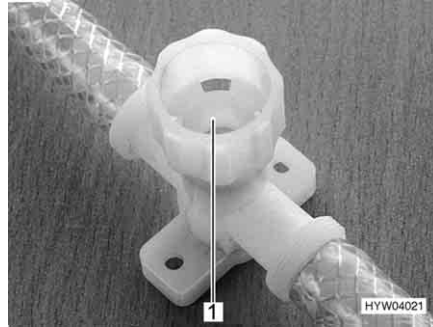

Bild 126 Avtappningskran för varmvattenaggregat
- Stäng alla avtappningskranar. Vrid då locken (Bild 126,1) medurs.
- Öppna alla avtappningskranarna till varmvattenaggregatet. Vrid då locken (Bild 126,1) moturs.